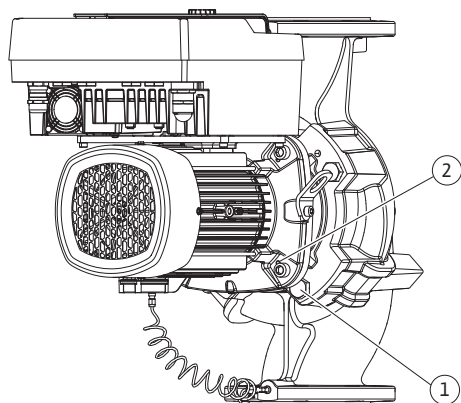

Fig. 111: Insteekset er via draadboringen af-drukken (afhankelijk van het pomptype)
22. Met het verwijderen van de schroeven (Fig. II, pos. 10) wordt ook de verschildruksensor losgemaakt van de motorflens. Laat de verschildruksensor (Fig. I, pos. 8) met fixatieplaatje (Fig. I, pos. 13) aan de drukmeetleidingen (Fig. I, pos. 7) hangen. Koppel de aansluitkabel van de verschildruksensor in de electronicamodule los.
23. Druk de insteekset los van het pomphuis. Gebruik daarvoor de twee draadboringen (zie Fig. 111, pos. 1).
31. Verwijder de insteekset (zie hoofdstuk „Beschrijving van de pomp”) door de flensschroeven (Fig. I/III, pos. 29) van het pomphuis los te draaien.
32. Met het verwijderen van de bouten (Fig. I/III, pos. 29) wordt ook de verschilddruksensor losgemaakt van de motorflens. Laat de verschilddruksensor (Fig. I, pos. 8) met fixatieplaatje (Fig. I, pos. 13) aan de drukmeetleidingen (Fig. I, pos. 7) hangen. Maak de aansluitkabel van de verschilddruksensor in de elektronikamodule of aan de steekverbinding los en trek de kabel los.
33. Gebruik de twee draadboringen (Fig. 111, pos. 1) die ernaast liggen om de insteekset van het pomphuis af te duwen en gebruik aanwezige of geschikte bouten (bijv. M10 x 25 mm, niet inbegrepen).
34. Breng een steeksleutel (SW 32 mm) in het lantaarnvenster in (Fig. III, pos. 38) en houd de as bij de sleutelvlakken vast. Draai de waaiermoer (Fig. III, pos. 22) los. Verwijder de eronder liggende ringen (Fig. III, pos. 23) en trek de waaier (Fig. III, pos. 21) van de pompas. Demonteer de vlakke spie (Fig. III, pos. 37).
35. Trek de mechanische afdichting (Fig. III, pos. 25) en de afstandsring (Fig. III, pos. 20) los.
36. Verwijder de tegenring (Fig. III, pos. 26) van de mechanische afdichting uit de zitting van het lantaarnstuk.